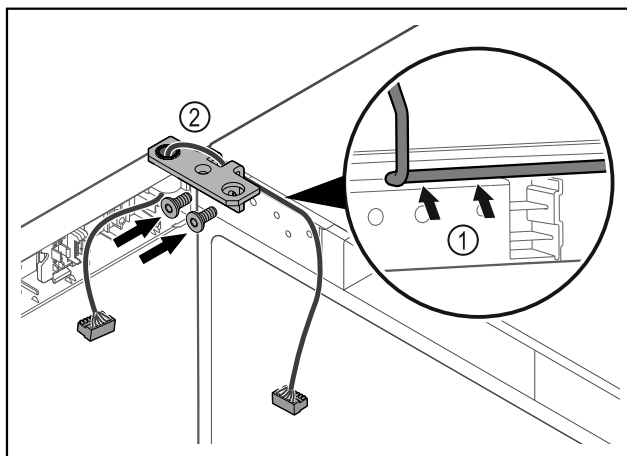

Fig. 45
- ▶ Vadiet kabeli caur lokmā kronšteina padziļinājumu un uzmanīgi izvietojiet Fig. 45 (1).
- ▶ Pieskrūvējiet lokāmos kronšteinus Fig. 45 (2).